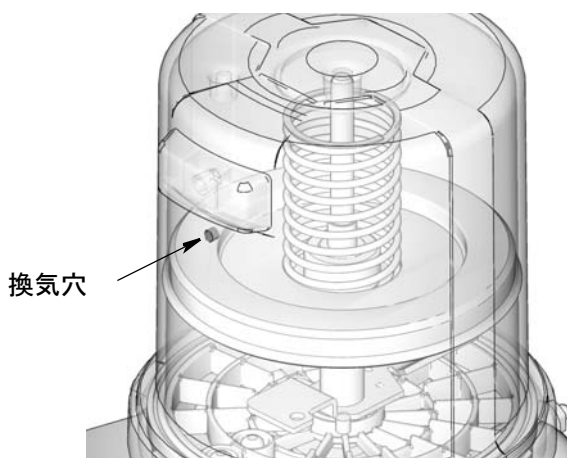

図 20
3. 従動板のシールが換気穴 (図 20) に至るまで油受けにグリースを充填して、空気の大部分が油受けから出できるようにします。